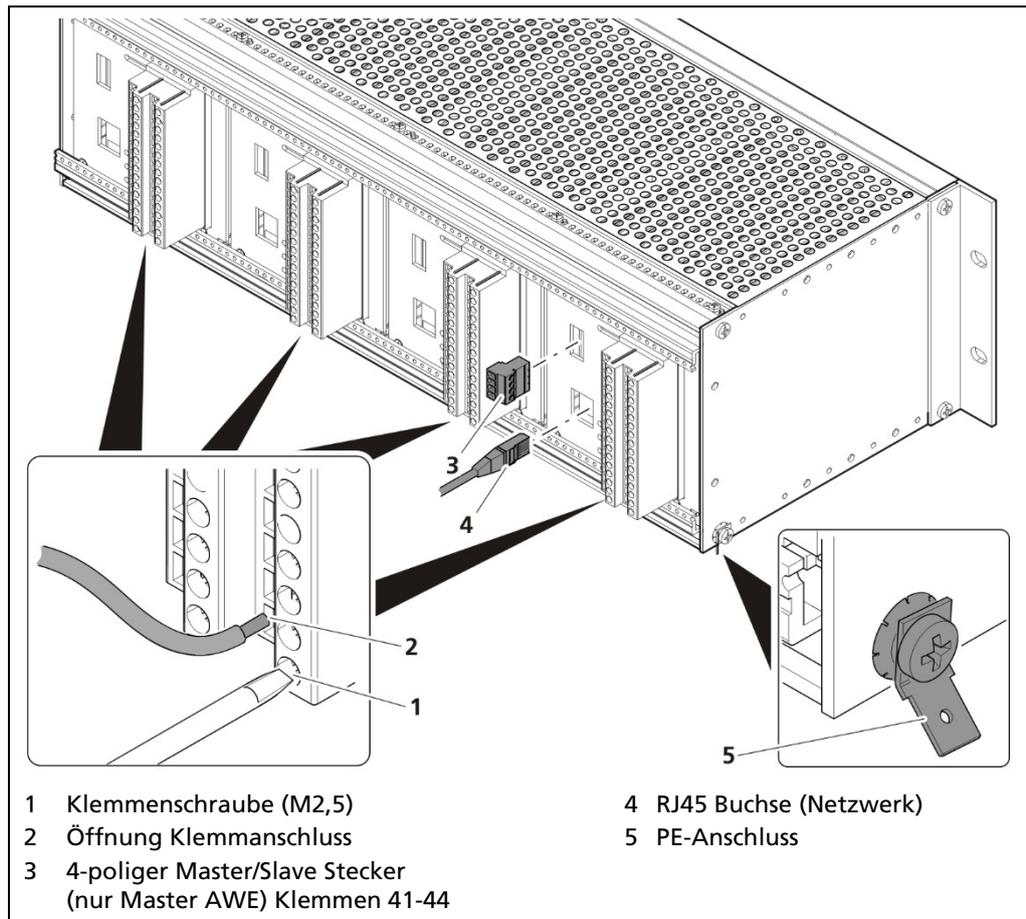

Abb. 21 Elektrischer Anschluss im 19" Baugruppenträger (Bsp.: 4x Master)
3. Öffnen Sie die Klemmschraube (Abb. 21, Pos.1) und führen Sie die die abisolierte Ader (min. 8 mm) ein.
6. Stecken Sie den Netzwerkstecker in die RJ45 Buchse (Abb. 21, Pos.4) (optional).
7. Überprüfen sie den korrekten Anschluss der PE-Leitung (Abb. 21, Pos.5).